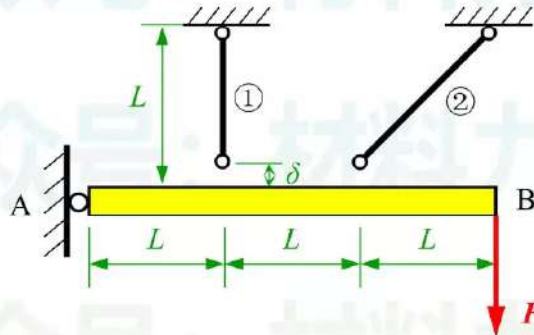

图 3 第三题图
三、如图 3 所示，AB 为刚性杆，①、②两杆的截面面积和材料均相同。已知 $A = 100\text{mm}^2$ ， $E_2 = 100\text{GPa}$ ， $L = 1\text{m}$ ， $\delta = 0.5\text{mm}$ ，已知①、②两杆的许用应力 $[\sigma] = 100\text{MPa}$ 。试求结构装配引起的应力，以及外荷载 F 的许可值。